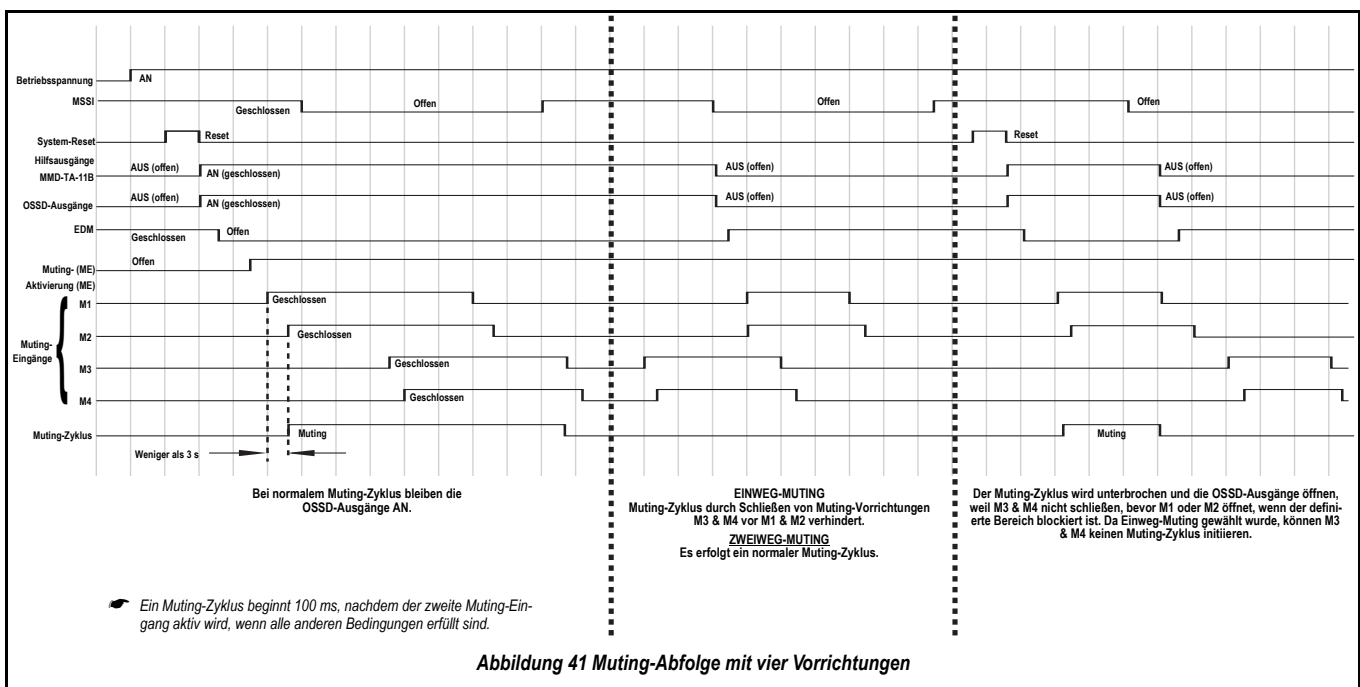

Abbildung 41 Muting-Abfolge mit vier Vorrichtungen
**MUTING-SEQUENZ MIT VIER MUTING-VORRICHTUNGEN** (abbildung 41 auf seite 64)